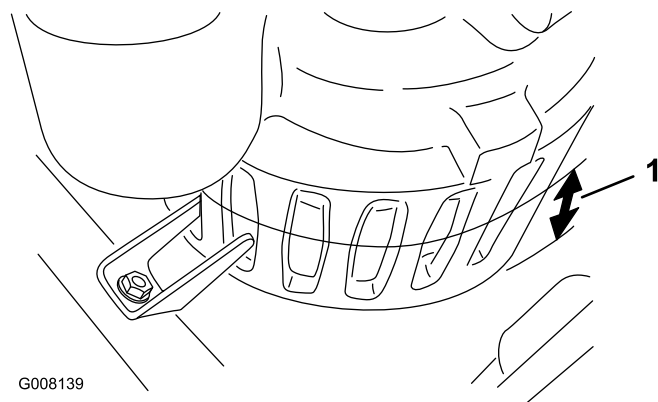

Figura 8
1. Meça a profundidade da água na parte mais baixa do banco de areia. Se a profundidade da água for inferior a 6,35 cm (metade das ranhuras na bomba), cave um buraco de 30,5 cm por 30,5 cm com 5 a 7,6 cm de profundidade para baixar a bomba no buraco (Figura 8).